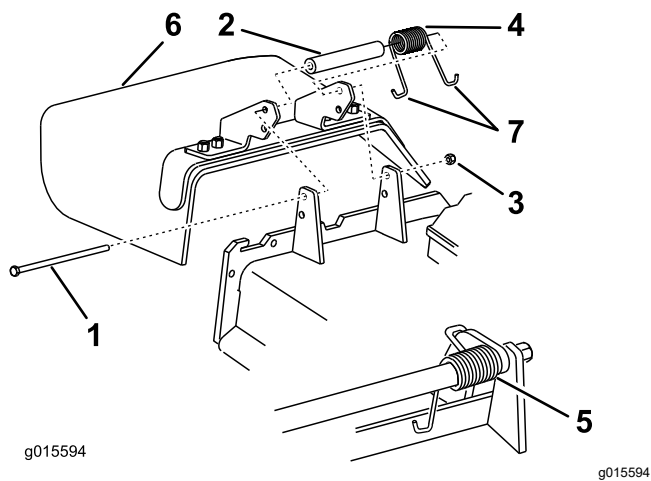

Figura 85
1. Retire la contratuerca, el perno, el muelle y el espaciador que sujetan el deflector a los soportes de pivote (Figura 85).
2. Retire el deflector de hierba dañado o desgastado (Figura 85).
Nota: Asegúrese de colocar un extremo con gancho en J del muelle detrás del reborde de la carcasa antes de instalar el perno, según se muestra en Figura 85.
6. Coloque 1 extremo en J del muelle alrededor del deflector de hierba (Figura 85).